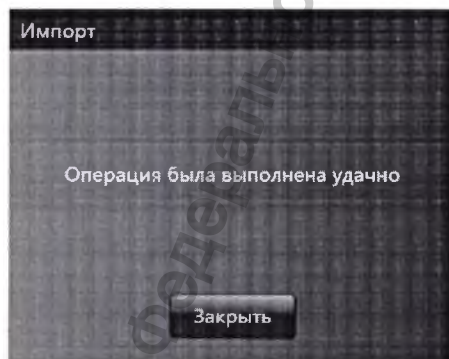

Рисунок 3.23
- Нажмите кнопку **Импорт** , после чего начнется копирование файлов на внутренний жесткий диск. После успешного завершения копирования система выдаст сообщение (см. Рисунок 3.23).